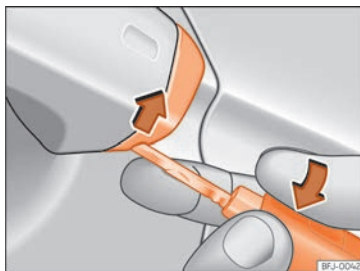

Abb. 102 Fahrertürgriff: Abdeckklappe abhebeln.
- Den Schlüsselbart am Fahrertürgriff in die untere Öffnung der Abdeckklappe stecken »» Abb. 102 und die Abdeckklappe von unten nach oben anheben.